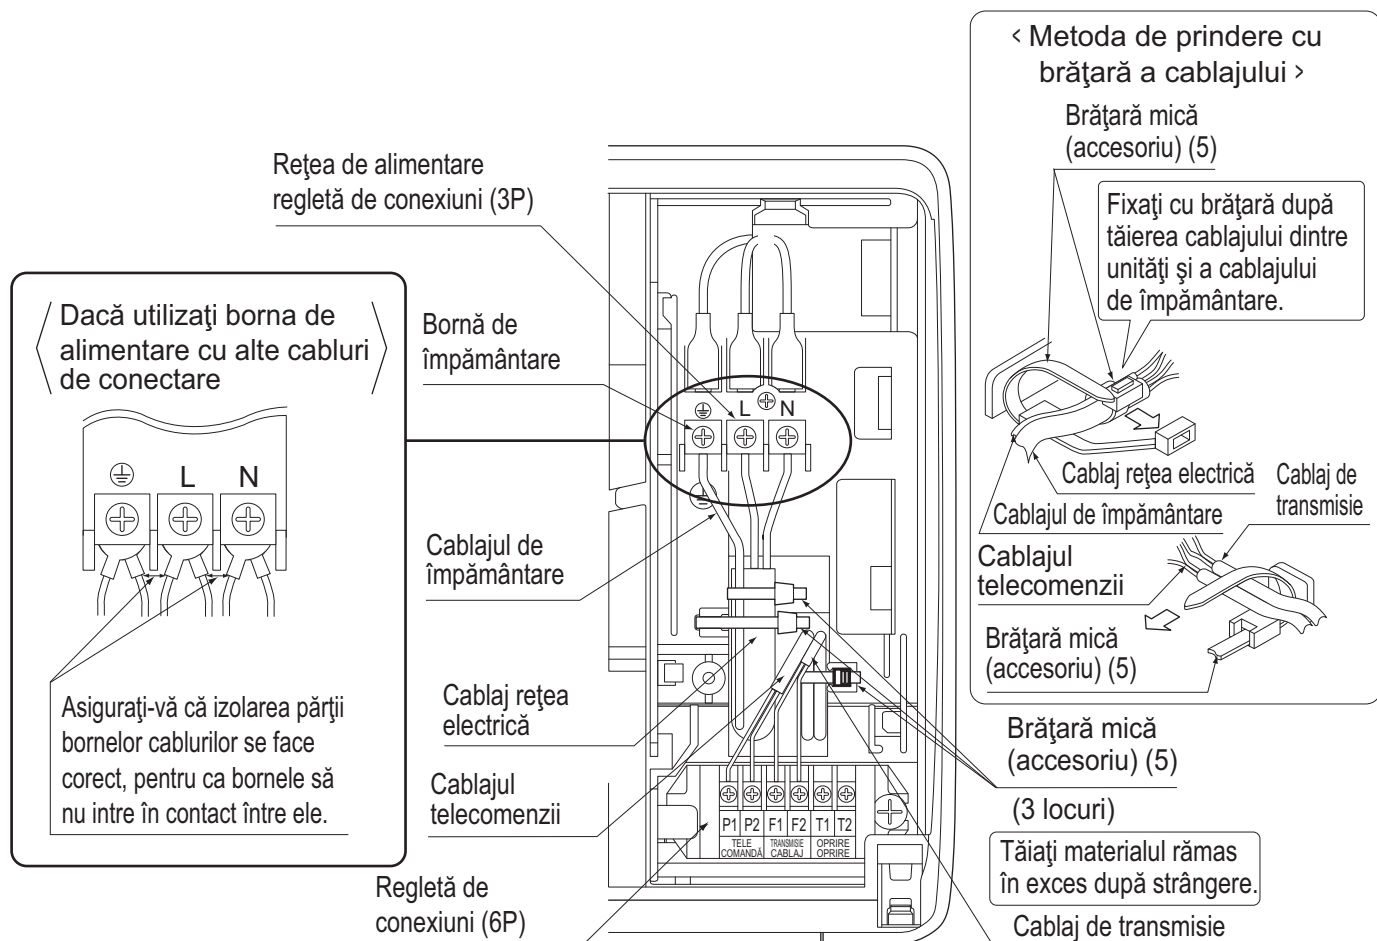

Fig. 21
Conectați cablajul rețelei de alimentare și al împământării la regleta de borne a rețelei de alimentare (3P). Când faceți acest lucru, legați cablajul rețelei de alimentare și al împământării utilizând brățara inclusă (mică) (5) și apoi fixați ferm utilizând brățara inclusă (mică) (5) ca în figură. **(Consultați Fig. 21)**
Conectați cablajul telecomenzii și al transmisiei la regleta de borne (6P). Când faceți acest lucru, legați cablajul telecomenzii și al transmisiei utilizând brățara inclusă (mică) (5) și apoi fixați ferm utilizând brățara inclusă (mică) (5) ca în figură. **(Consultați Fig. 21)**